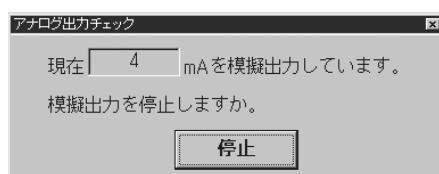

図52
- ④ ③で「OK」ボタンをクリックすると設定したアナログ値が出力されます。この模擬出力値の出力中は図52のようなメッセージボックスが表示されます。出力を停止させる場合は「停止」ボタンをクリックします。